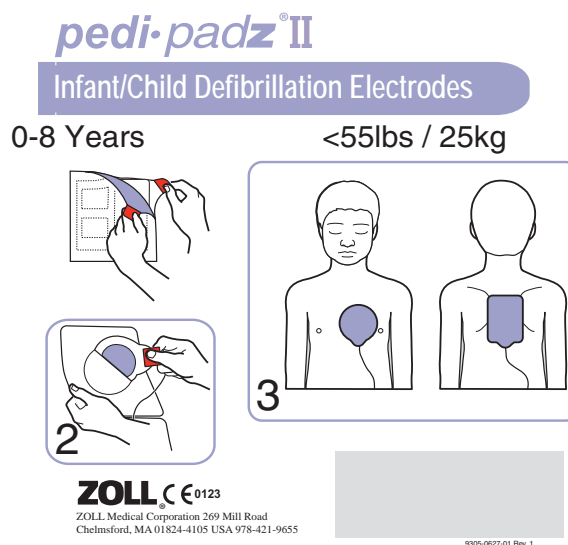

Figura 6: Placement of **Pedi•padz II**
1. Aprire la confezione esterna, estrarre gli elettrodi dalla confezione interna e distenderli. Posizionarli sulla vittima come indicato nel disegno sulla confezione (vedere Figura 6).
2. Staccare l'elettrodo rotondo dal rivestimento protettivo e posizionarlo sul torace della vittima (vedere Figura 6).
4. Girare la vittima sul torace, staccare l'elettrodo quadrato dal rivestimento protettivo e posizionarlo sulla schiena della vittima (vedere Figura 6).